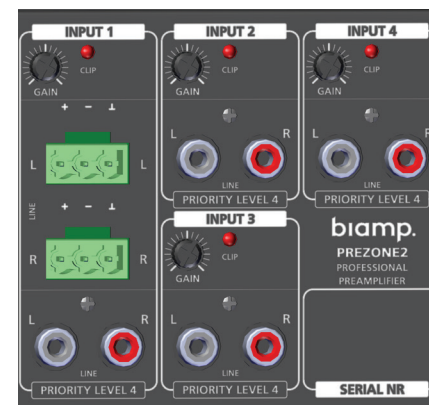

Рисунок 6. Входы 1–4
1. См. рисунок 6. Подключите необходимые источники входных сигналов. На входе 1 есть разъемы Euroblock, которые принимают балансные сигналы линейного уровня, и разъемы RCA, которые принимают сигналы линейного уровня. Входы 2–4 принимают только разъемы RCA.